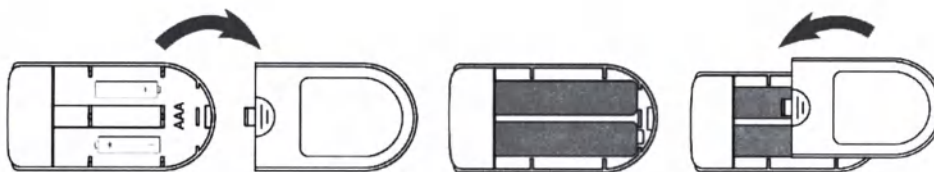

Рисунок 5. Установка батарей
1. Снимите крышку отсека для батарей на задней поверхности пульсоксиметра и вставьте две батареи размера AAA, соблюдая их правильную полярность (см. Рисунок 5).